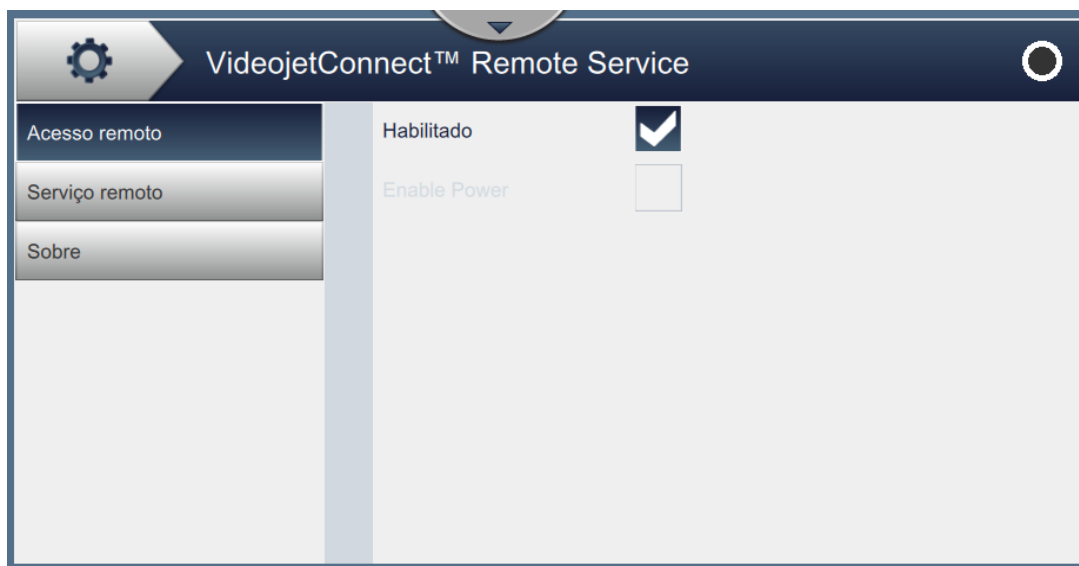

Figura 6-26: Tela VideojetConnect Remote Service
1. Toque no botão  na tela Ferramentas. A tela do VideojetConnect Remote Service é aberta, como mostra a Figura 6-26.